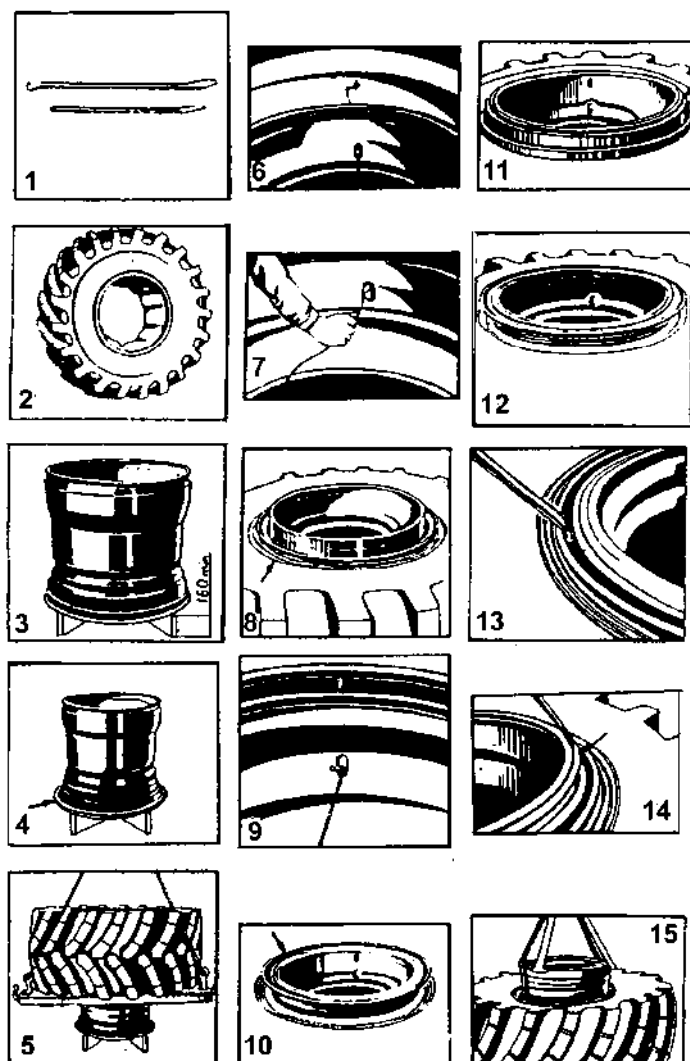

Рис. 70. Монтаж-демонтаж шины
2. Операции монтажа-демонтажа выполняются с помощью двух монтажных лопаток, прикладываемых в ЗИП (рис. 70, поз.1).
3. Подъем шины и колеса при монтаже-демонтаже осуществляется лицом, допущенным к управлению грузоподъемным механизмом с помощью грузозахватных приспособлений (типа показанных на рис. 70, поз.5).
Последовательность операций по монтажу-демонтажу шины производите в соответствии с рис. 70 поз.1...15.
1. Внутреннюю поверхность покрышки посыпьте тальком, вложите в покрышку камеру и поддуйте ее настолько, чтобы она приняла естественную (рабочую) форму (рис. 70, поз.2), при этом необходимо учитывать направленность рисунка и место установки колеса на ступице, чтобы обеспечить совпадение указателей направления вращения шин (стрелки на боковинах покрышек) с направлением вращения колес при движении трактора вперед.
2. Установите обод на крестовину (рис. 70, поз.3) и наденьте на него бортовое кольцо (рис. 70, поз.4), при этом бортовое кольцо наружными кромками не должно упираться в крестовину.
3. Наденьте шину на обод (рис. 70, поз.5), при этом целесообразно введение вентиля камеры в вентиляное отверстие обода производить с помощью проволоки или тросика, предварительно закрепленных на вентиле (рис. 70, поз.6, 7).
4. Установите второе бортовое кольцо (рис. 70, поз.8).
на ободе (рис. 70, поз.9), наденьте посадочное съемное кольцо на обод (рис. 70, поз.10).
6. Установите замочное кольцо на обод (рис. 70, поз.11).
7. Во избежание самодемонтажа перед накачиванием необходимо бортовым кольцом надежно замкнуть посадочное съемное кольцо и замочное кольцо на ободе, при этом стыки разрезных частей колец должны быть в диаметрально противоположном положении (рис. 70, поз.12). Соблюдая меры предосторожности, накачайте шину до давления не более 0,05-0,06 МПа (0,5-0,6 кгс/см²) и убедитесь в том, что шина по всей длине окружности зашла за посадочное съемное кольцо. Если борт шины в некоторых местах уперся в торец посадочного съемного кольца, необходимо заправить кольцо под борт монтажной лопаткой.
2. Осадите борт шины с посадочной полки путем введения крючкообразного конца одной монтажной лопатки и плоского конца другой между бортовым и посадочно-съёмным кольцами и отжатия противоположных концов лопаток вниз. Осаживание производится обходом по кругу, начиная с места расположения демонтажного паза на посадочном съёмном кольце (рис. 70, поз.13).
3. Постукиванием по буртику посадочного съёмного колеса осадите последнее с буртика замочного кольца, затем введите плоский конец одной из монтажных лопаток в демонтажный паз замочного кольца и, отжимая противоположный конец лопатки к центру колеса, выведите конец замочного кольца из зацепления с ободом (рис. 70, поз.14).
9. Извлеките обод из шины (рис. 70, поз.15).